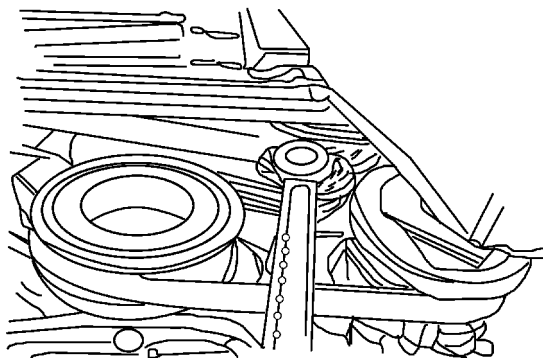

图 5-54 拆卸发动机底罩
4) 按照图 5-54 所示，将车辆升高并可靠支撑，拆卸发动机底罩，拆卸附件及传动带。